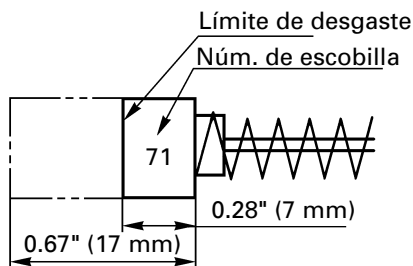

Fig. 20
4. Inspeccionar los escobillas de carbón (Fig. 20)
NOTA: Utilice las escobillas HITACHI Núm. 71 indicadas en la Fig. 20.